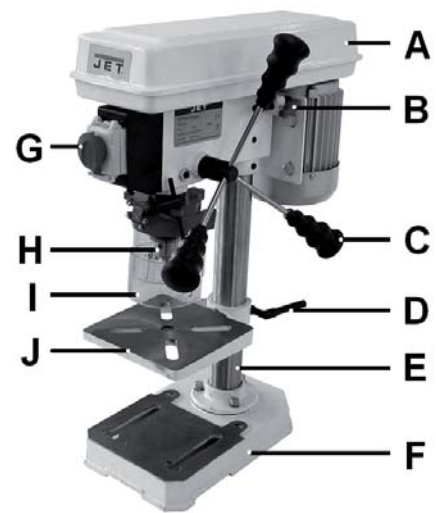

Рис. 1
- Встановіть стійку (B, Рисунок 1) на цоколь верстата (F).
- З шестиграних гвинти (D) добре затягніть.
- Надягніть патрон (J, Рисунок 1) на конус шпинделя.
- Відкрутіть кріплення майданчика мотора (В, Рисунок 1).